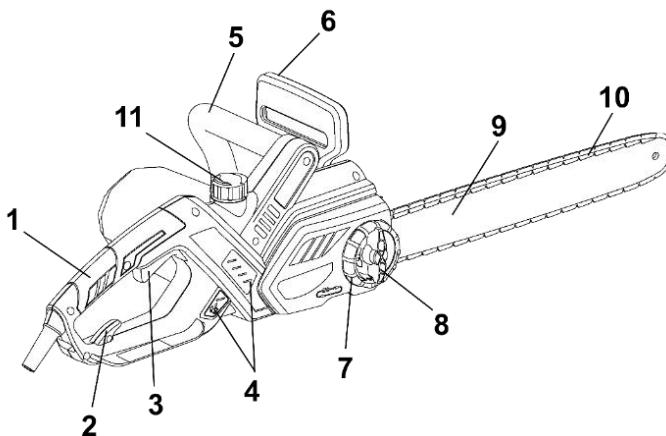

Рисунок 1
пиляльної гарнітури у складі шини (9), пиляльного ланцюга (10), систем натягування (7,8) та автоматичного змащування ланцюга (4,11); однофазного колекторного двигуна з подвійною ізоляцією, який встановлений по «подовжній» схемі – вісь двигуна паралельна осі виробу, при цьому рух на приводну шестерню ланцюга передається під кутом 90° через конічний редуктор; системи зчеплення з відцентровою муфтою та гальмами, – згідно рис. 1.
**Пиляльна гарнітура** - консольного типу, складається з напрямної шини (9), пиляльного ланцюга (10), які під'єднані до двигуна через систему зчеплення та до систем натягування і змащування ланцюга. Зчленення виконане як інерційна муфта на валу двигуна, у якої зовнішня приводна шестерня рухає пиляльний ланцюг. Конструкція муфти передбачає передачу руху на ланцюг після досягнення робочих обертів двигуна. Змащення направляючого паза шини в процесі роботи - безперервне, автоматичне, за допомогою насоса. Насос і мастильний бак для змащення ланцюга розташовані в корпусі двигуна. Натягування ланцюга забезпечується регулюванням положення направляючої шини ланцюга відносно приводної шестерні(розташована під кришкою кріплення шини).
**Гальмо пиляльного ланцюга.** Гальмування ланцюга забезпечує безпеку користування пристроям під час роботи і спрацьовує вручну при натисканні лівою рукою переднього важеля гальма в бік пиляльної гарнітури, або автоматично при виникненні ривка пили за рахунок дії інерції мас на цей же захисний пристрій. Ланцюг при спрацьовуванні гальма зупиняється за частки секунди. Гальмівне зусилля створюється тертям гальмівної стрічки по зовнішній поверхні гальмівного барабана. Одночасно додатковий вимикач розриває електричний ланцюг живлення електродвигуна. Для відключення механічного гальма необхідно повернути захисний пристрій (6), або щиток гальма ланцюга в початкове положення.
4.1.1 Дляувімкненнявиробунатиснітьна кнопку блокуваннявід випадкового вимикання (розташована злівого боку основної рукоятки), а потім на важіль перемикача (3) (рис. 1). Для відключення виробу слід важіль відпустити.